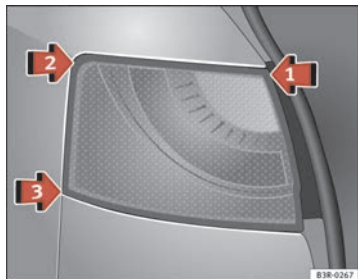
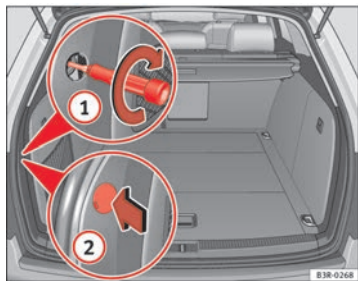

Fig. 230 Repose du feu arrière
Fig. 231 Coffre à bagages : vis de fixation de feu arrière
- Posez le feu arrière sur le support de feu arrière au niveau de la ➔ fig. 230 flèche ①.
- Appuyez légèrement sur le feu arrière pour qu'il s'encastre dans le support de feu arrière tout d'abord au niveau de l'emplacement ② puis ③ jusqu'à ce que les clips soient bien en place dans les patins en caoutchouc.
- Appuyez légèrement sur la partie supérieure du feu arrière et fixez le feu à l'aide de la vis à partir du coffre à bagages ➔ fig. 231 ①.
- Reposez le cache en orientant l'évidement vers l'arrière ② devant la vis.